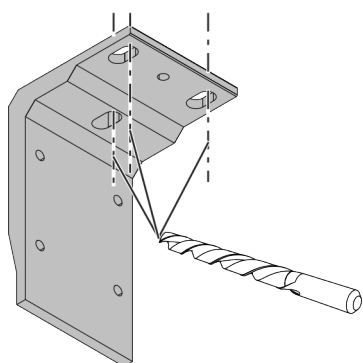

Abb. 15: Löcher bohren
3. ➔ Löcher bohren (Abb. 15) und Befestigungsmaterial je nach Untergrund wählen.